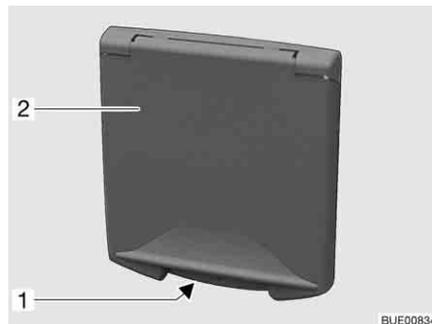

Fig. 35 Trampilla para la conexión de 230 V
- Meter la mano en el asidero cóncavo (Fig. 35,1) de la trampilla exterior (Fig. 35,2) y girar la trampilla exterior hacia arriba.